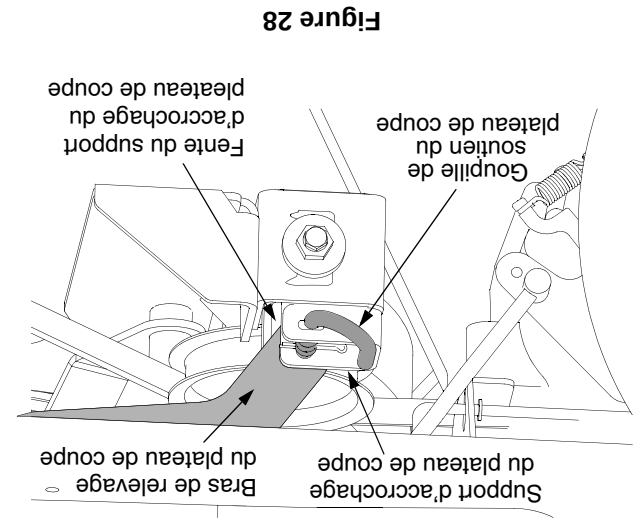

Figure 28
4. Manoeuvrez le plateau de coupe pour que les fentes des deux supports d'accrochage arrière s'alignent avec les bras de relevage du plateau de coupe. Voir la Figure 28.
6. Sortez les goupilles de soutien et manoeuvrez le plateau de coupe pour aligner les trous des bras de relevage avec les goupilles. Voir la Figure 28.
- Localisez les goupilles de soutien de droite et de gauche du plateau de coupe. Sortez les goupilles et bloquez-les à la position non engagée pour dégager les bras de relevage droit et gauche du plateau de coupe. Voir la Figure 28.